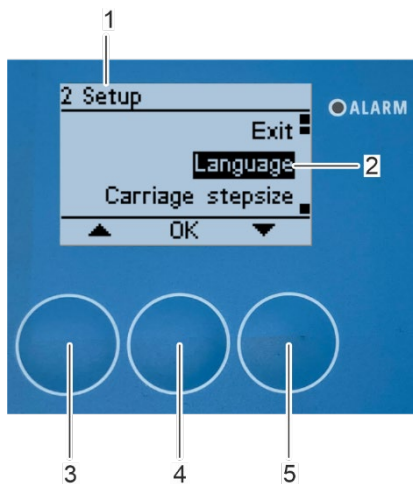

Figura 124: Seleccionar el submenú «Idioma»
1. Seleccione el submenú «Idioma» (Figura 124/2) mediante los botones de flecha [arriba] (Figura 124/3) y [abajo] (Figura 124/5).
2. Confirme la selección pulsando [Aceptar] (Figura 124/4).